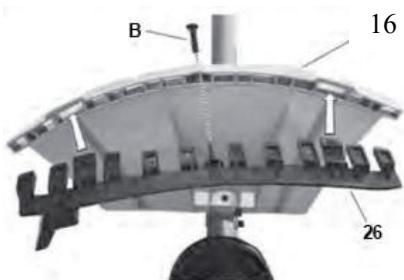

Fig. 3-3
- 1. Quando usar a cabeça de fio de corte, tem de colocar sempre a proteção adicional com a faca de corte da linha. (Fig. 3-3, Fig. 3-4)**
- Fixe a proteção adicional (26) com o parafuso (B). (Fig. 3-3)